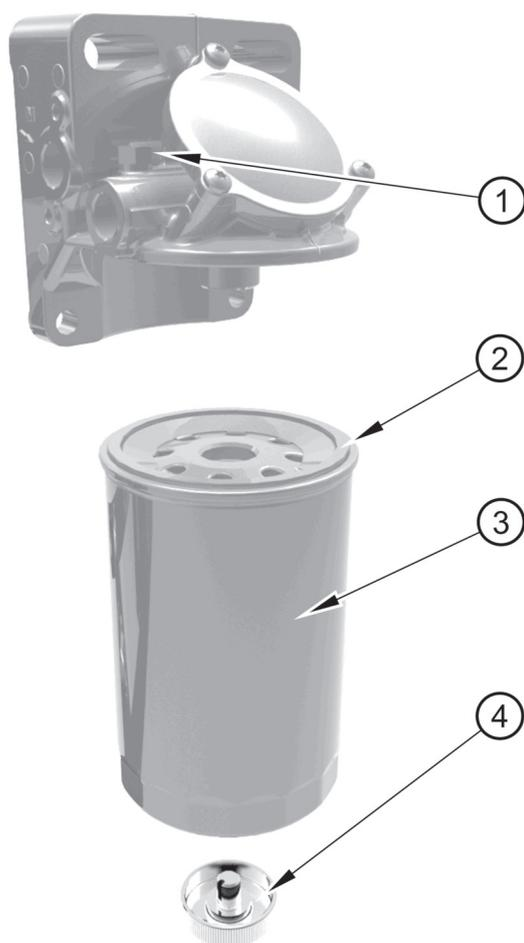

Figure 28
3. Placez un chiffon doux sur la vis de purge (figure 28, repère 1) sur le filtre. Ouvrez la vis de purge pour dissiper la pression pouvant être présente dans le système d'alimentation.
4. Ouvrez la valve de vidange (4). Vidangez le liquide dans le bac de vidange. Refermez la valve de vidange en la serrant à la main uniquement. Serrez ensuite fermement la vis de purge.